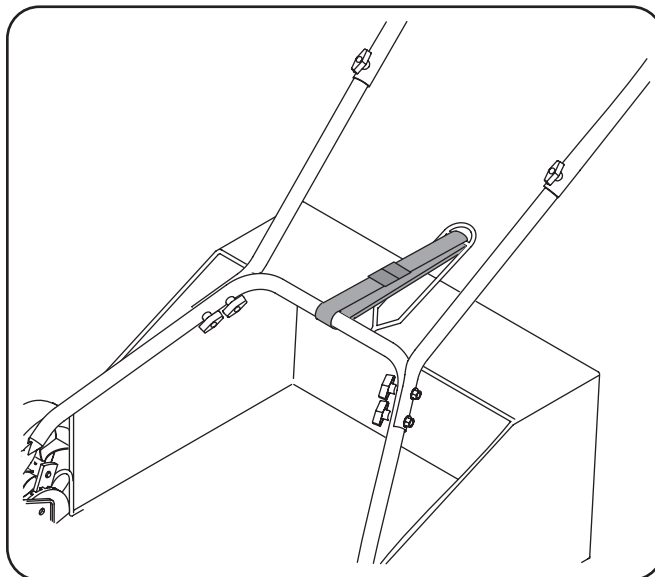

Figure 3-6
3. Faites passer la sangle dans la poignée du sac à herbe, puis par-dessus la barre transversale du guidon inférieur de la tondeuse pour soutenir l'arrière du sac à herbe. Voir la Fig. 3-6. Ajustez la longueur de la sangle pour que le sac soit proche du sol, sans toutefois traîner par terre.